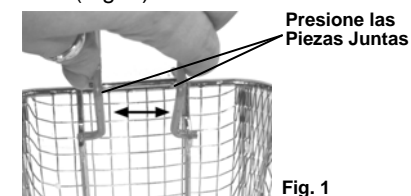

Fig. 1
1. Inserte la pieza de metal en el soporte de metal de la canasta para freír. (Fig. 1)